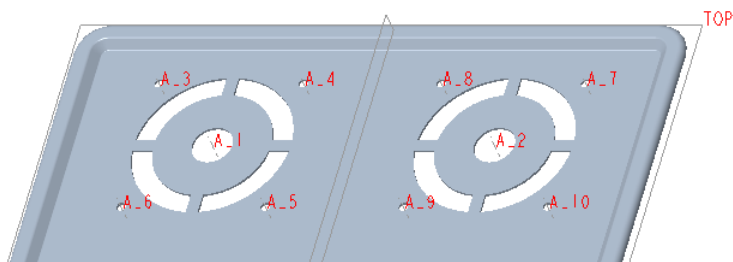

图 6-129 切除结果
(4) 在“拉伸”选项卡的深度选项下拉列表框中接受默认的“ (到下一个)”选项，默认移除垂直于驱动曲面的材料。单击“拉伸”选项卡的 (完成) 按钮，完成切除的效果如图 6-129 所示。